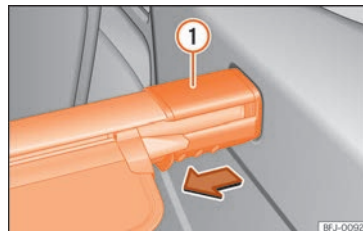

Abb. 153 Im Gepäckraum: Gepäckraumabdeckung ausbauen.
- Abdeckungsträger »» Abb. 153 ① in Pfeilrichtung drücken und in dieser Position halten.
- Abdeckungsträger »» **Abb. 153** ① loslassen.
- Abdeckungsträger »» **Abb. 153** ① in Pfeilrichtung drücken und in dieser Position halten.